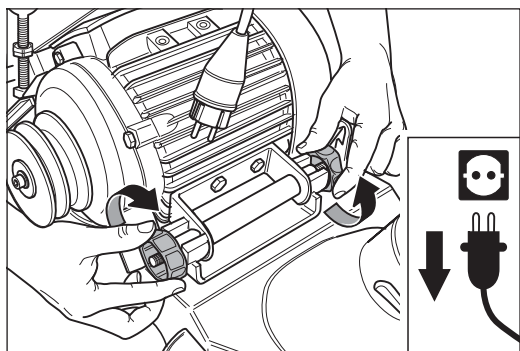

Abb. 33 Die beiden Motormuttern anziehen.
- 5 Ziehen Sie die beiden Motormuttern (Abb. 33) **nur leicht** an.
- 8 Ziehen Sie die beiden Motormuttern fest (Abb. 33).